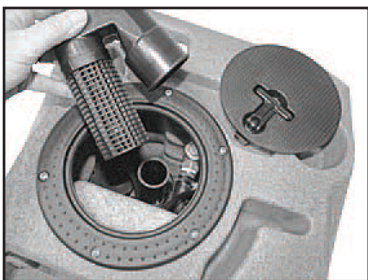

図2
- フロートアセンブリーを汚水回収タンクから取り外し、必要に応じてフィルターを清掃します(図2)。